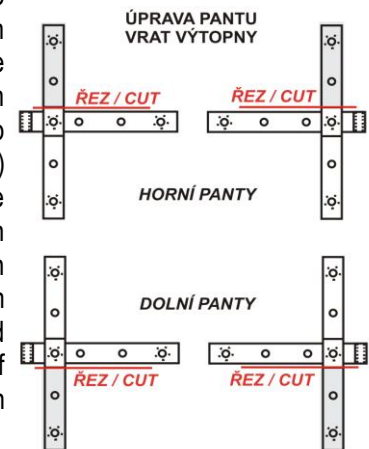

Abb.1
- Die Dachzudeckung von der Werkstatt (44) – feuchten Sie die Biegerille an und biegen Sie das Dach **mit der Rille nach Innen** um, passen Sie sie ein, kleben Sie sie auf, passen Sie den Teil (45) zu und kleben Sie es auf;
- Die Dachzudeckung vom Wasserwerk (48) – feuchten Sie die Biegerille an und biegen Sie das Dach **mit der Rille nach Innen** um, passen Sie sie ein, kleben Sie sie auf;
- Kleben Sie an die Giebelwand vom Lokomotivenstand die tauben Lotwaagen auf – von vorne den Teil (21) und von hinten den Teil (23);
- Von der Hinterseite von der Werkstatt kleben Sie die taube Lotwaage (46) auf;
- Bei dem Wasserwerkurm kleben Sie auf die herausragenden Traufschwelen und auf den Binderbalken die tauben Lotwaagen auf – von der Seite vom Bahnbetriebswerk den Teil (49) und von der Hinterseite den Teil (50);
- Färben Sie alle Dächer - (51), (52), (53) und (54) aus der Rückseite in der Breite von ca. 15-20 mm vom Rand mit der Farbe der Unterverkleidung an, die einzelnen Bretter kann man mit dem Bleistift veranschaulichen;
- Kleben Sie allmählich die Dächer von den Gebäuden in der Reihenfolge: (51) und (52) Werkstatt, (53) Lokomotivenstand, (54) Wasserwerk auf;
- Setzen Sie den Schornstein vom Wasserwerkurm (62) und (63) und den Schornstein vom Bahnbetriebswerk (60) und (61) zusammen und kleben Sie sie in die Gebäude ein;
- Kleben Sie auf die Dächer die gefärbten Dachfirststeine (wenn sie dort gehören), die Dachrinnen 4x (71), die Regenfallrohren (immer zwei Gegenstücke zu sich) – 4x (72) Werkstatt, 4x (73) Bahnbetriebswerk und 2x (74) Wasserwerk auf;
- Aus den Teilen 4x (55), 4x (57) setzen Sie die Dachoberlichte zusammen, kleben Sie die herausragenden Enden von den Lotwaagen und Traufenschwellen 12x (56) ein, kleben Sie die tauben Lotwaagen 4x (58) auf und passen Sie die Dächer 2x (59) ein und nach der Färbung kleben Sie sie in das Dach vom Lokomotivenstand ein;
- **Die Zusammenstellung vom Tor vom Bahnbetriebswerk:** Der Teil 2x (76) -Reinigen Sie alle Öffnungen für die Türbänder, in die Mitte vom Tor kleben Sie das ganze Kunststofftürband so ein, dass die Zapfen auf seine Rückseite in die Öffnungen einfallen, die im Tor ausgeschnitten sind. Die Türbänder für den Oberteil vom Tor richten Sie so, dass Sie von ihnen mit dem Skalpell den hinausragenden Oberarm abschneiden, bei den unteren Türbändern scheiden Sie den Unterarm ab (**Abb. 1**). Alle Türbänder kleben Sie mit dem Sekundenkleber in das Tor (76) ein. Bei der Innenseite vom Tor 2x (75) reinigen Sie alle Öffnungen für die Türbänder, passen Sie sie an und kleben Sie sie von der Rückseite auf den Teil (76) auf. Aus der Innenseite kleben Sie dann die Balkenkonstruktion vom Tor 4x (77) auf. Ich empfehle die Kanten vom Tor mit dem Sekundenkleber streichen, leicht in die Ebene einschleifen, anstreichen und in die Türbänder vom Tor vom Bahnbetriebswerk einhängen. Nach Bedarf schleifen Sie das Tor von oben an und eventuell sägen Sie es über den Bahnschienen ab.
- Schneiden Sie die Verstärkungsbrücke im Tor vom Bahnbetriebswerk im Teil (1) durch.